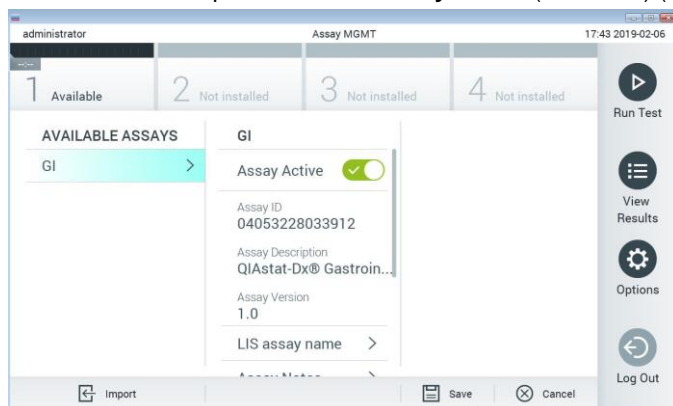

Figura 24. Activarea testului.
7. Testul devine activ prin selectarea **Assay Active** (Test activ) (Figura 24).